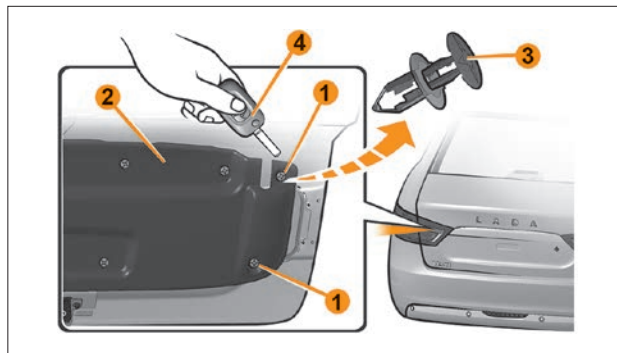

Рис. 14. Замена лампы света заднего хода и габаритного огня на наружном фонаре
- расфиксировать два крайних держателя **1** (рис. 14) обивки багажника **2**. Держатель обивки представляет собой конструкцию из неподвижного основания и подвижного фиксирующего «грибка» **3** (рис. 14). В поднятом состоянии «грибка» держатель расфиксирован;
- для расфиксации держателя обивки **3** (рис. 14) необходимо, например, лезвием ключа выключателя зажигания **4** (рис. 14) немного приподнять подвижную часть обеих держателей;